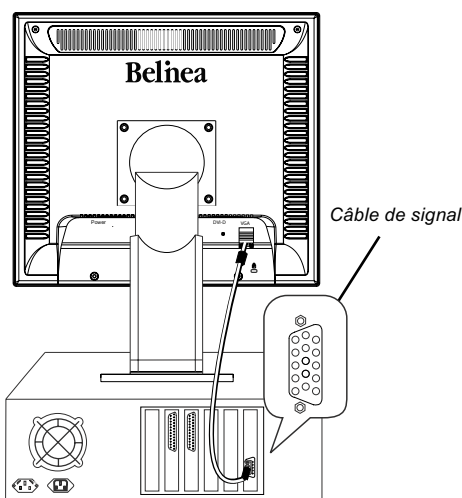

Figure 2a. Raccordement du moniteur au PC
2. Connectez le câble d'interface à 15 broches au PC (voir figure 2a).